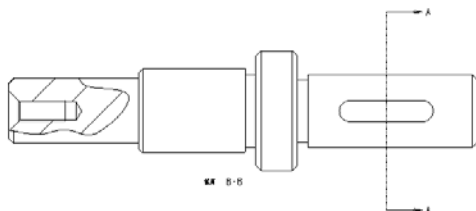

图 12-115 完成局部剖
- ⑧ 在“绘图视图”对话框中单击“确定”按钮，在主视图中完成的局部剖视图如图 12-115 所示。